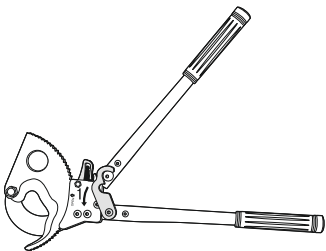

Рисунок 14
- поверните ограничитель, освободив подвижную рукоятку ножниц (рисунок 14, позиция 1);